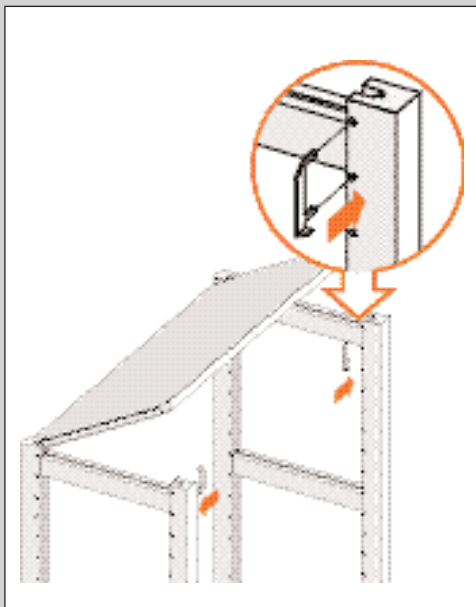

ABBILDUNG 52
3. Setzen Sie die beiden Halterungen vom Typ B in den Ständer ein: in das Loch, in dem sich die Tragstifte befanden, und in das Loch darunter (siehe Abb. 52).